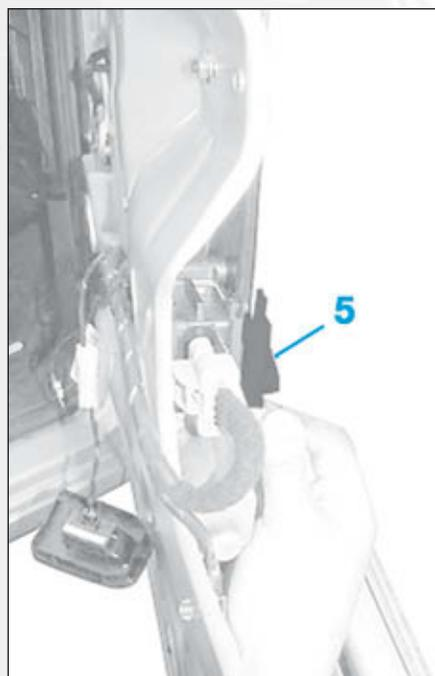

FIG.57
- Dégrafer le verrouillage de la vitre en (5) (Fig.57).